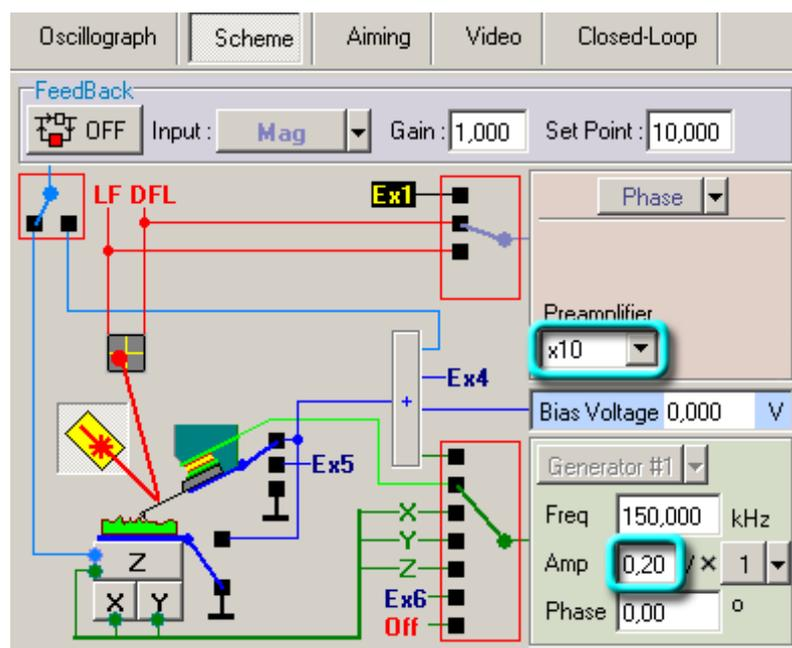

Рис. 9-10. Вкладка Scheme
2. Измените при необходимости амплитуду выходного сигнала генератора (параметр **Amp**), коэффициент предварительного усиления фазового детектора (параметр **Preamplifier**) (Рис. 9-10).
- Amp** величина выходного сигнала генератора. Уменьшение величины сигнала генератора и, соответственно, амплитуды колебаний зонда, приводит к увеличению разрешения метода, но, с другой стороны, ухудшается отношение сигнал/шум. Для изменения параметра **Amp** во время сканирования откройте область дополнительных операций и перейдите на вкладку **Scheme** (см. Рис. 9-10). В поле ввода **Amp** установите желаемую величину амплитуды.